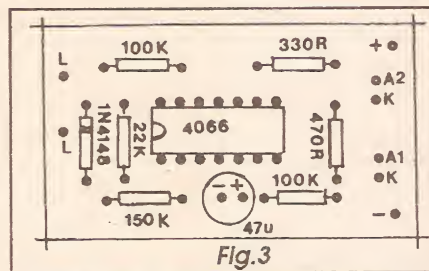

Fig.3
- FIG. 3 - CHAPEADO DA MONTAGEM - São poucas as peças e a sua distribuição sobre a face não cobreada da placa (oposta, portanto, à mostrada na figura anterior...) é bastante simples, organizada de forma visualmente *limpa* e fácil, conforme indica o diagrama... Alguns dos componentes devem ter suas posições de terminais rigorosamente respeitadas, caso do integrado (extremidade marcada voltada para o resistor de 22K), do diodo (extremidade de *catodo*, marcada, apontando *para cima* - na posição em que a placa é vista no desenho...) e do capacitor eletrolítico (terminal *positivo* para a *direita*, na posição em que o impresso é mostrado...). Os resistores comuns, não polarizados, devem ter seus valores lidos e interpretados com precisão, antes de serem inseridos e soldados, para que não ocorram trocas... Para tanto, se o leitor for ainda um *começante*, o TABELÃO APE ajudará muito, relembrando os códigos de cores e a sua correspondência numérica... Conferir sempre, é uma norma básica das boas montagens... Assim, tanto *durante* quanto *depois* das soldagens, cada peça, cada valor, cada polaridade e código, devem ser verificados e confirmados... Com isso serão evitados erros e inversões que, se percebidos tardiamente, darão muito mais traba-